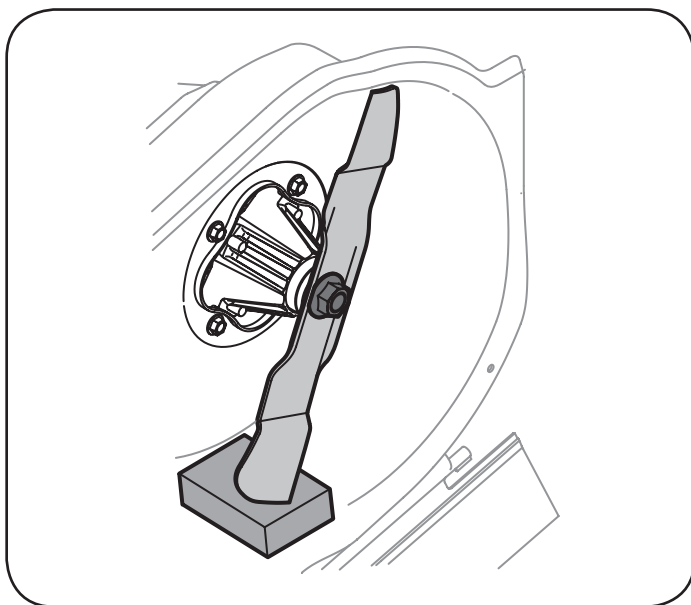

Figura 15
3. Coloque un bloque de madera entre el deflector del alojamiento central de la plataforma y la cuchilla de corte para evitar que la cuchilla gire cuando se afloje la tuerca de brida hexagonal de la cuchilla. Vea la Figura 15.